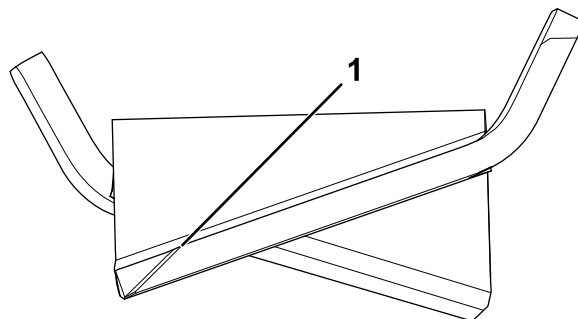

Figure 106
1. Avec une lime ou un outil d'affûtage, affûtez le tranchant aux deux extrémités de la lame (Figure 106).
Remarque: Si la lame est déséquilibrée, limez un peu l'extrémité lourde de la lame au niveau de l'ailette seulement (Figure 106).